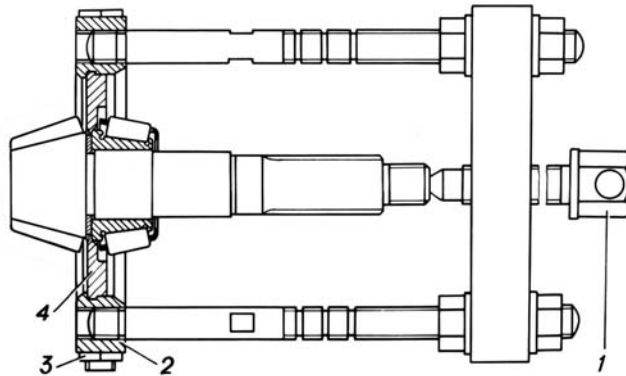

Рис. 4.41. Снятие подшипника с ведущей шестерни главной передачи: 1 – винт съемника; 2 – опора; 3 – гайка; 4 – вкладыш
- снять распорную втулку подшипников и спрессовать внутреннее кольцо заднего подшипника ведущей шестерни съемником, как показано на рис. 4.41. Для того, чтобы заплечики вкладышей 4 плотно входили между обоймой подшипника и шестерней, следует опоры 2 сжать болтами с гайками 3. Снять внутреннее кольцо подшипника вращением винта 1;